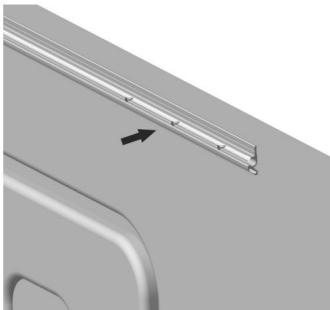
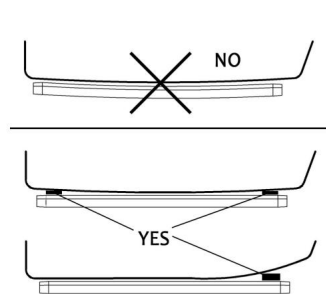

Abbildung C4
Abbildung C5
3.1 Nehmen Sie die Stoffschiene heraus und befestigen Sie sie mit den Schrauben B an der Außenseite der Fahrzeugkarosserie (Abbildung C4). Die Stoffschiene sollte waagrecht installiert werden. Wenn dies nicht der Fall ist, sollte sie waagrecht ausgerichtet werden (der Polsterblock sollte bereitgestellt werden) (Abbildung C5). Wenn die Fahrzeugkarosserie mit einem Stoffeinführschlitz vorinstalliert ist, kann dieser Schritt ausgelassen und der Stoff Schiene muss nicht verwendet werden.